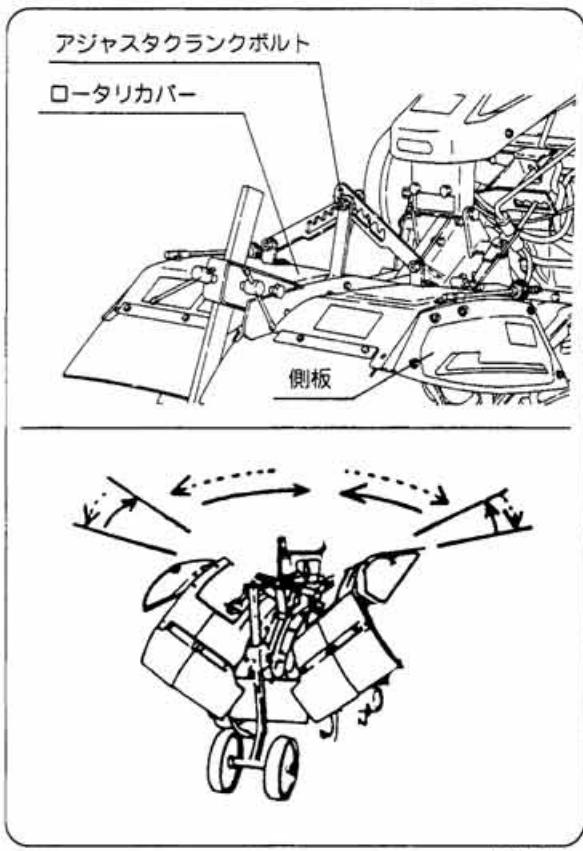

図24
- ① ロータリカバー、側板は作業により上下に調節してください。（図24）